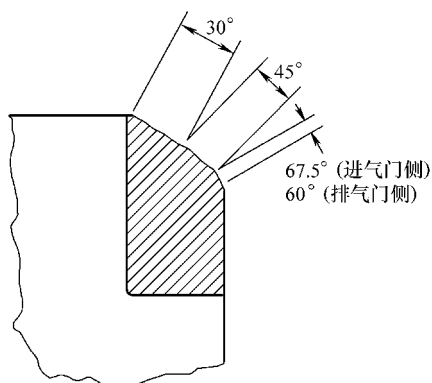

图 10-37 气门座铰削角度
4) 如图 10-37 所示，使转角处上、下边缘成斜角。检查气门座的宽度并作相应的调整。